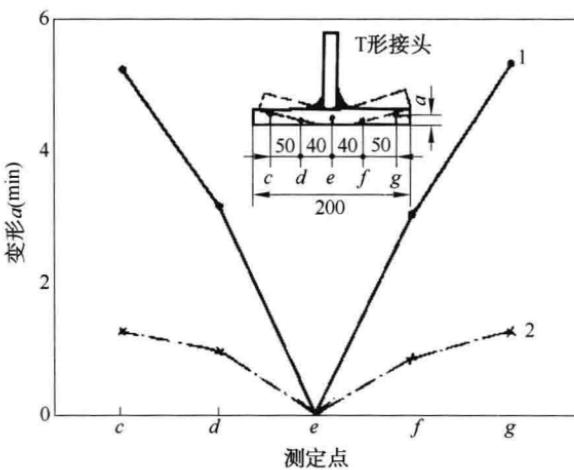

图 1-7 CO2气体保护焊与手工电弧焊的变形比较
3) 焊接变形小 因为 CO2气体保护焊的电流密度高、电弧热量集中,并且 CO2气体有冷却的作用,受热的面积相对较小,所以焊后工件的变形就小,如图 1-7 所示,特别是焊接薄板时可以减少矫正变形的工作量。